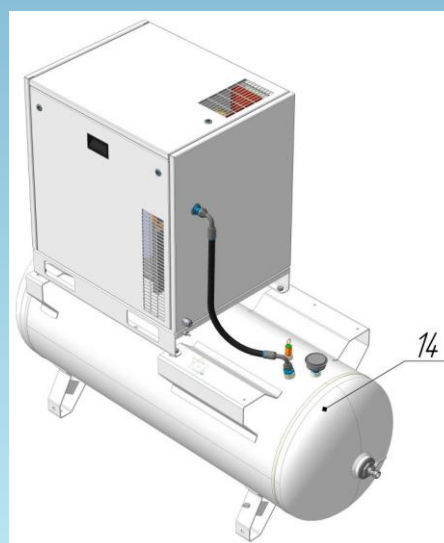

Рисунок 3
**16 – Осушитель** (см. рисунок 3) предназначен для отделения влаги, содержащейся в сжатом воздухе.